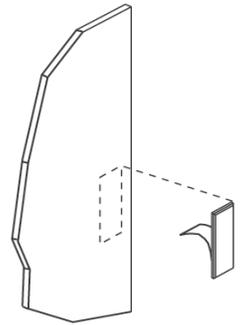

FIGURA 8
Adjunte los ganchos de espejo desprendiendo la protección de la cinta, como se muestra, y elegir la altura deseada [aproximadamente 40" (1016) de altura]. El gancho debe estar ubicado aproximadamente a 1/2" (13) desde el borde de la puerta (Figura 8).